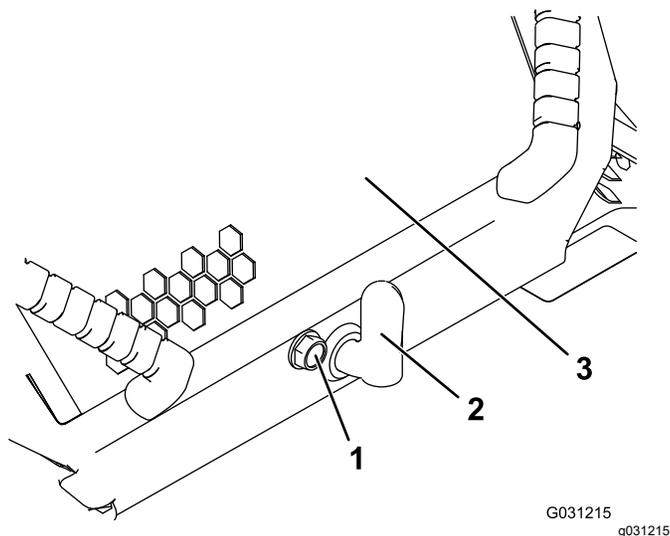

図 32
1. フード固定ねじをゆるめる 図 32。
2. フードラッチを右に回す 図 32。
3. ハンドルをつかんでフードを開ける 図 32。
3. フード固定ねじを締めてラッチを固定する 図 32。